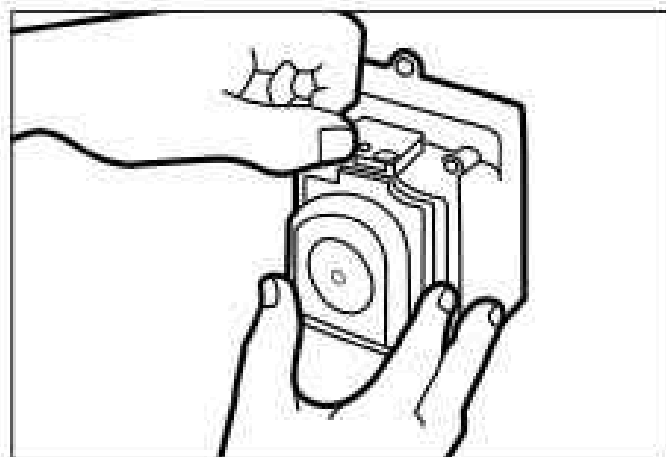

Figura 22. Trabe la tapa
4. Para trabar la tapa en su lugar, presiónela hacia abajo mientras gira la lengüeta vertical 180 de derecha a izquierda. Instale el tornillo de seguridad de cabeza Phillips. Consulte la Figura 22.